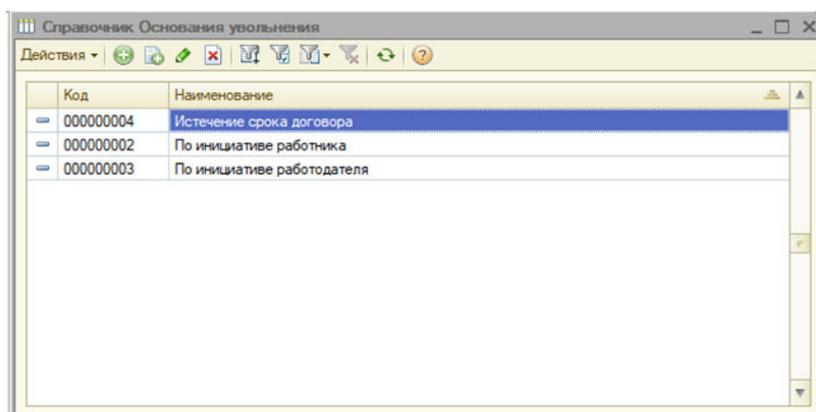

Рис. 1.3. Заполненные справочники
3. После создания необходимо заполнить справочники для последующей корректной работы запросов и функций системы (рис. 1.3).